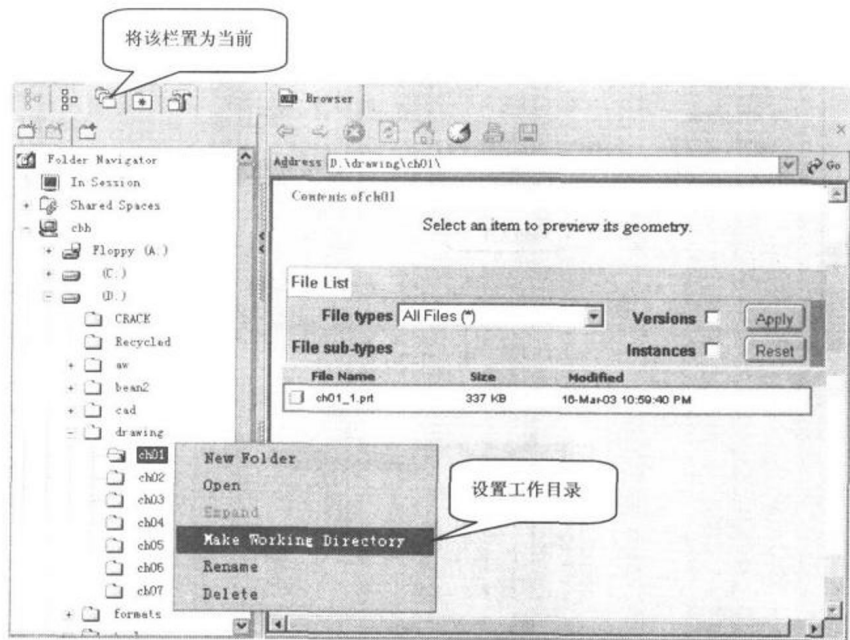

图 1-29
- ⇒ [将“Folder Browser (文件夹显示)”栏置为当前栏，选择#:\drawing\ch01 目录，单击右键选择“Make Working Directory (设为工作目录)”选项，将#:\drawing\ch01 设置为工作目录，如图 1-29 所示。]